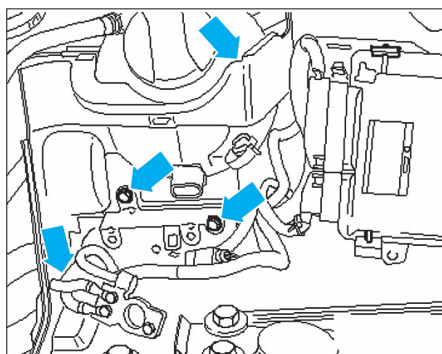

Fig. 42
- le revêtement (2),
- le vase d'expansion du liquide de refroidissement (flèches) (Fig.42).